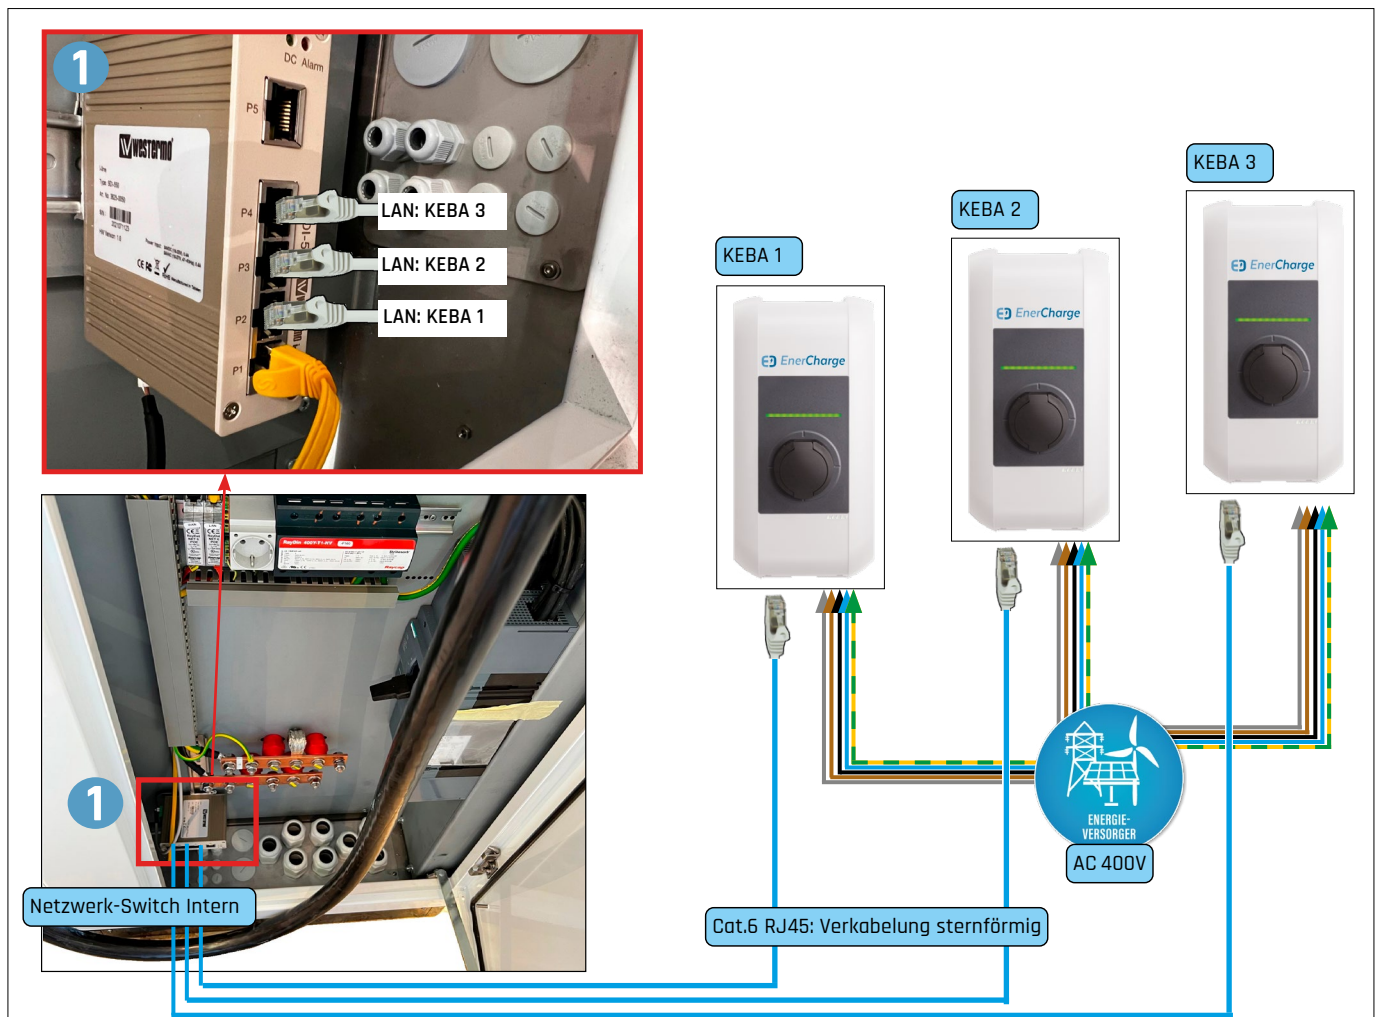

Abb. 33: Ethernet-Anschluss-Schema KEBA
- > Ein Kategorie 6 (Cat.6) Ethernet (RJ45) Kabel führt von den Wallboxen (z.B. KEBA) zum internen Netzwerk-Switch (Sonderausstattung): siehe „Abb. 33: Ethernet-Anschluss-Schema KEBA“ auf Seite 31.
- Die Verdrahtung erfolgt "sternförmig" - siehe Abb. 33.